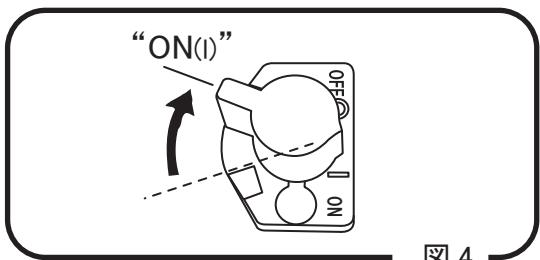

図 3-1
(図3-1,3-2)
(図 3-1,3-2)
- 1 調速レバーを一気に開くと本機は振動と前進を始めます。ゆっくり開くとクラッチがスリップしてしまいますので調速レバーの開閉はためらわず一気に行って下さい。（図3-1,3-2）